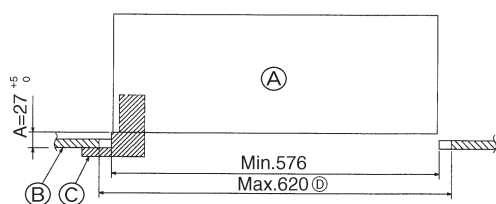

Fig. 8-2
①	Rooster	1	650 × 650 (mm)
②	Schroef met pakking	4	M5 × 0,8 × 25 (mm)
③	Meetapparaat	1
④	Sluiting	2
⑤	Band	2
8.2. Voorbereidingen voor het bevestigen van het rooster (Fig. 8-2)